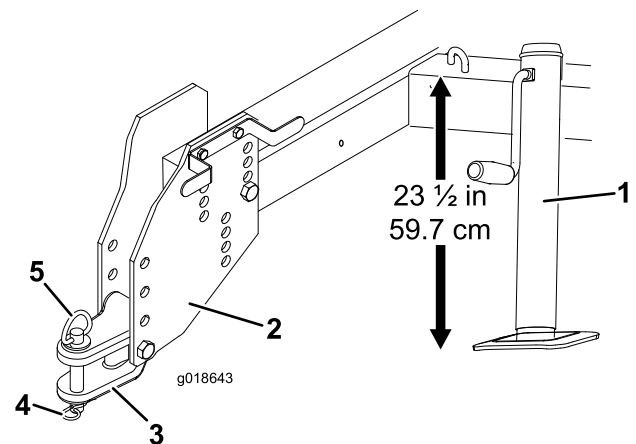

Figura 3
3. Ajuste el gato, de modo que la distancia desde la parte superior del chasis al suelo sea de 59,7 cm (Figura 3).